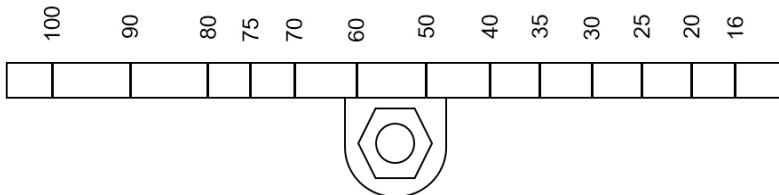

Abb. 31 AEL7 Hubarm (8 kN+)
- Lösen Sie die Kontermutter des Hubschiebers (10 mm A/F) und bewegen Sie den Schieber vorsichtig auf den gewünschten Hub, wie auf dem Arm angegeben (Abbildung 31).